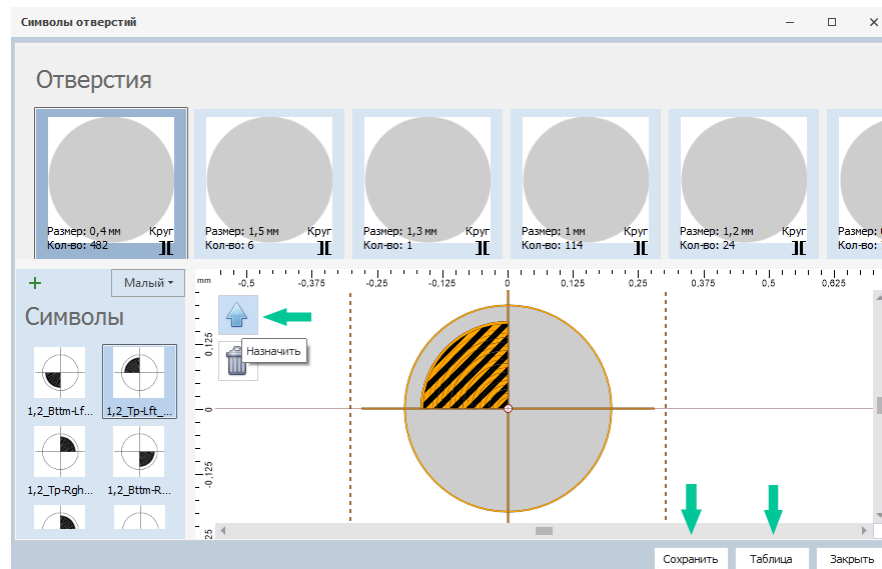

Рис. 42 Назначение и сохранение выбранного отверстия
5. Назначение символа любому отверстию проекта производится путем выбора отверстия, затем – выбора необходимого символа и нажатием кнопки «Назначить», Рис. 42.
6. После назначения символов отверстиям проекта необходимо нажать «Сохранить», затем нажать кнопку «Таблица», Рис. 42.